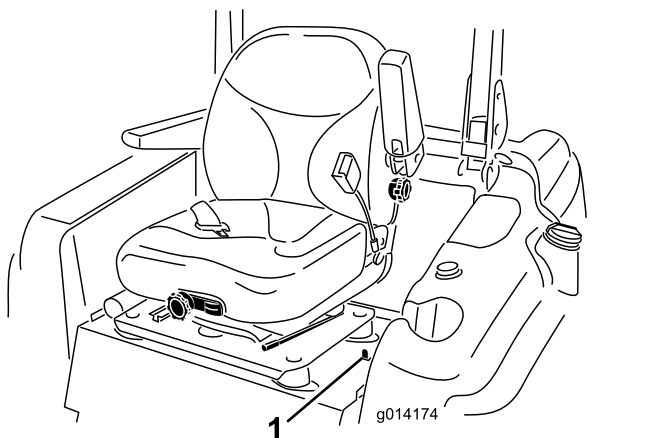

Рисунок 14
1. Для разблокировки сиденья отведите назад фиксатор сиденья, расположенный на левой стороне сиденья, и потяните вперед за верх сиденья (Рисунок 14).